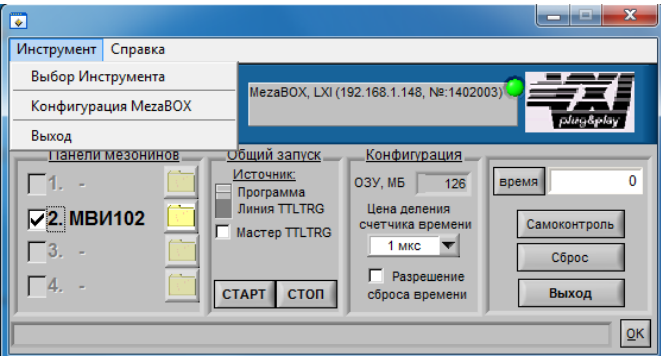

Рисунок 20
9.11.2 В панели программы «Носителей мезонинов» выберете вкладку «Выбор Инструмента». В ней мы переходим к «Конфигурации MezaBOX», наведя курсор мыши на надпись. После этого, нажмите правой кнопкой мыши по надписи (рисунок 20).